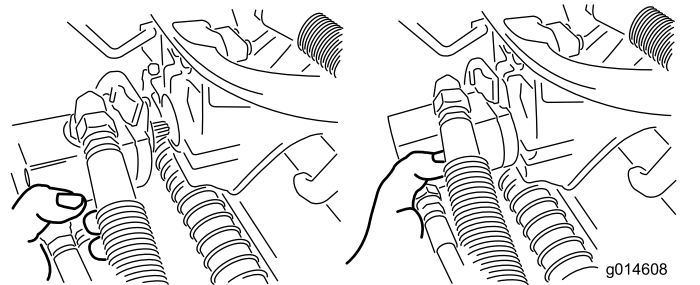

Bild 50
3. Legen Sie den Motor am Aufbewahrungsort vorne am Aufhängearm ab (Bild 50).